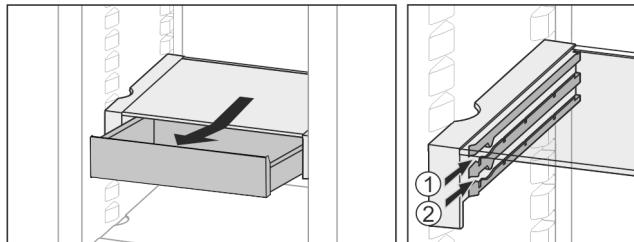

Fig. 38
- Istumkite bet kokiam aukštyje Fig. 38 (1) arba Fig. 38 (2).